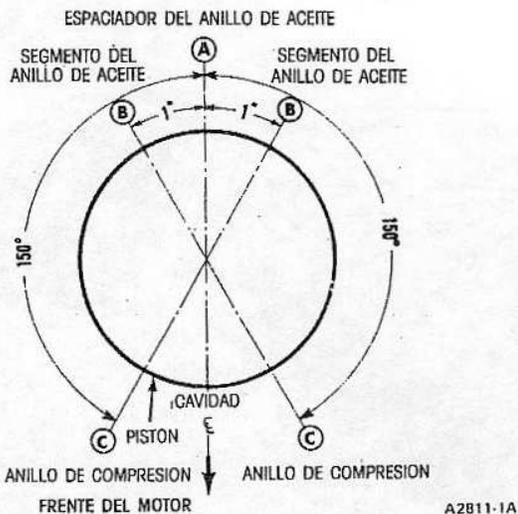

Fig. 40. Abertura entre Puntas de los Anillos
3. Cerciñese de que las aberturas entre las puntas de los anillos están debidamente espaciadas alrededor de la circunferencia del pistón (Fig. 40).